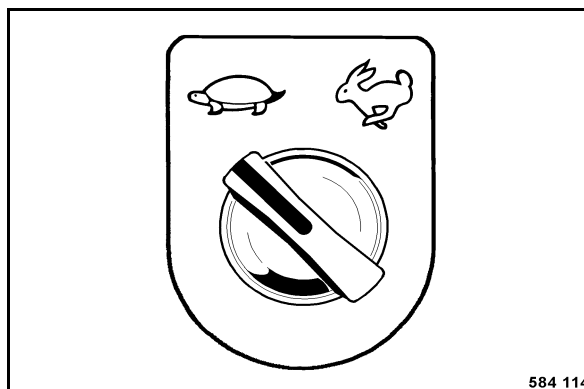

Fig. 64
- Tourner l'interrupteur rotatif des modes de déplacement (Fig. 64) sur position "Tortue".